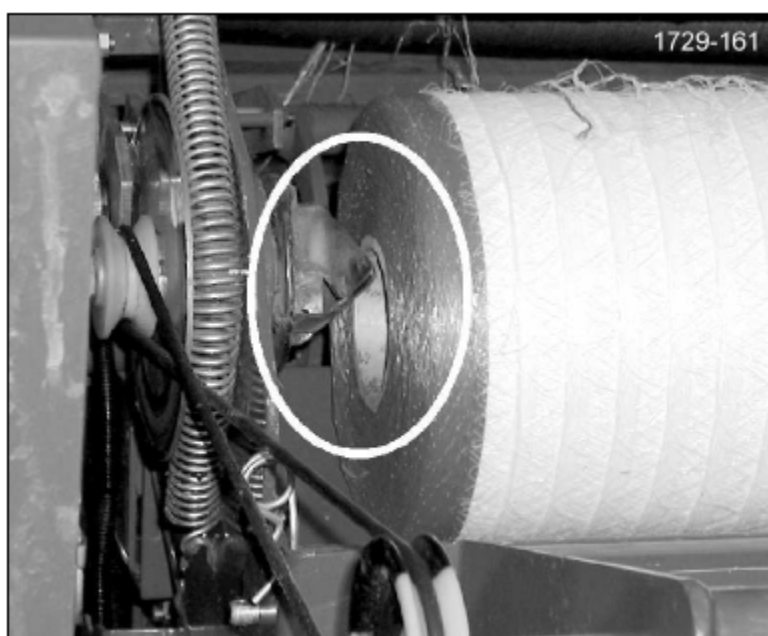

Рис. 43
**Внимание!** (Рисунок 43) Кончики обоих натяжных шпинделей должны быть направлены во втулку рулона сетки.